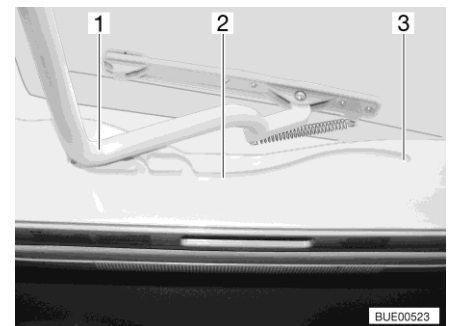

Bild 34 Spår (uppfällbar taklucka)
- Dra in bygeln (Bild 34,1) i spåren (Bild 34,2) till den bakersta positionen (Bild 34,3).
- Tryck bygeln (Bild 34,1) lätt uppåt med båda händerna.
- Drag bygeln till önskad position i spåret (Bild 34,2).